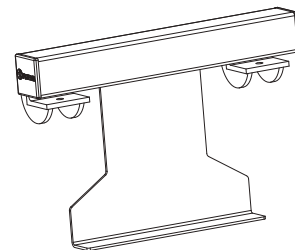
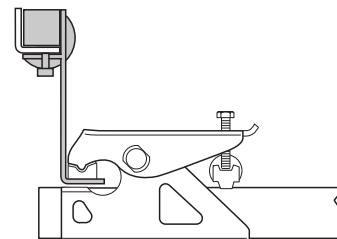

Abb. 22
Abb. 23
- Für die Chassis Eriba Touring Troll ist der Adaptersatz Eriba Touring Troll zwingend erforderlich (Abb. 22) (Abb. 23).